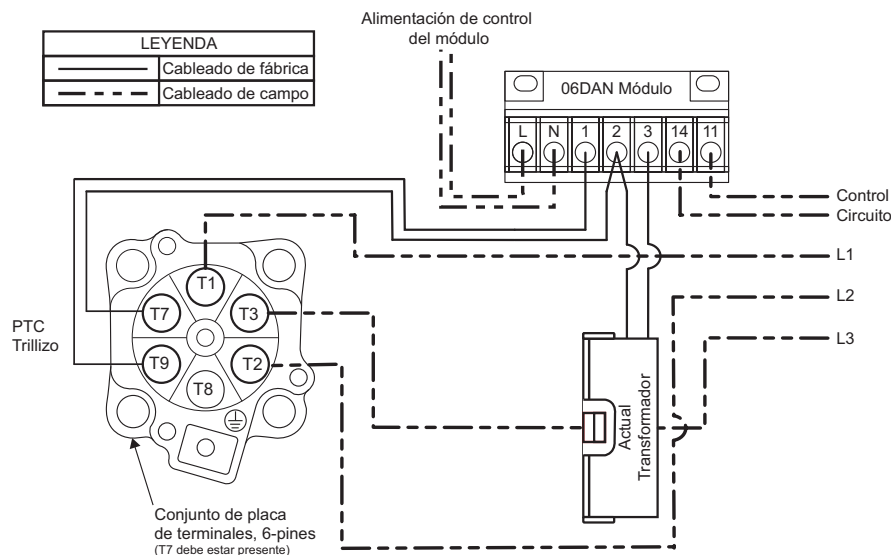

Fig. 8 — Cableado Híbrido de Sobrecarga
6 Pines (Fig. 6) 0ª, 1, 2 o 3 en el Dígito 10	Sí (Fig. 8)
a. Los compresores con un "0" en el dígito 10 del modelo pueden conectarse al sistema de sobrecarga electrónico (ver Fig. 8) o a los sistemas de sobrecarga Legacy Bi-Metal (ver enlace a la Guía de Servicio de Bolsillo).